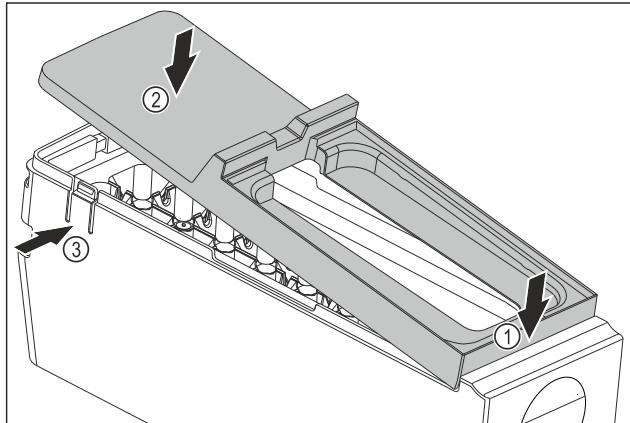

Fig. 81
- Смонтируйте крышку корпуса EasyTwist-Ice: Установите крышку спереди. Fig. 81 (1)
- Опустите крышку сзади. Fig. 81 (2)
- ▷ Крышка со щелчком фиксируется в накладках Fig. 81 (3).